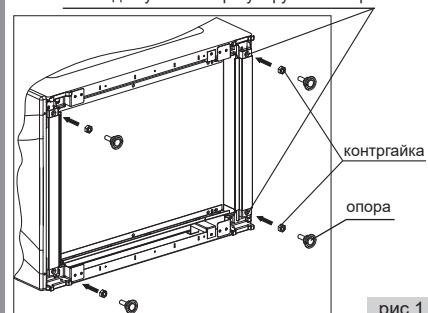

рис.1
- Перед эксплуатацией установите плиту горизонтально (рис.1). Если ваша плита оснащена регулируемыми опорами необходимо: